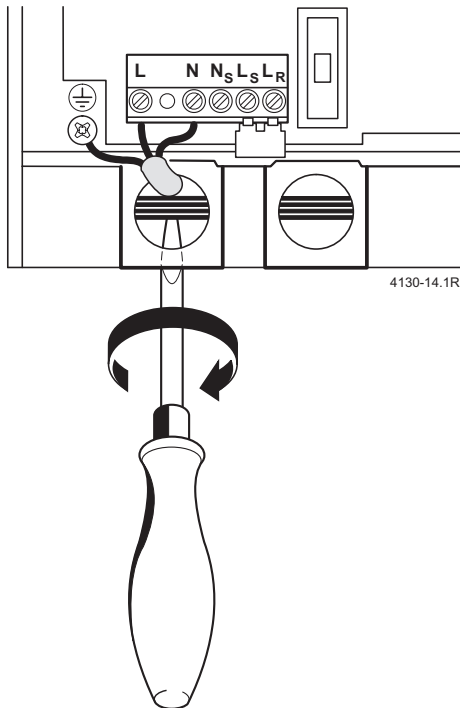

Fig. 14
- ▶ Fare passare il cavo attraverso la guarnizione del passacavo e collegarlo come da fig 14.